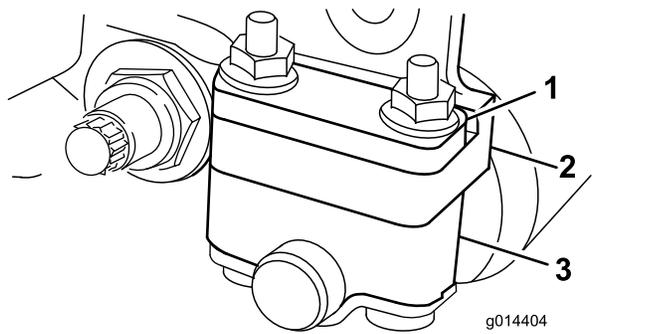
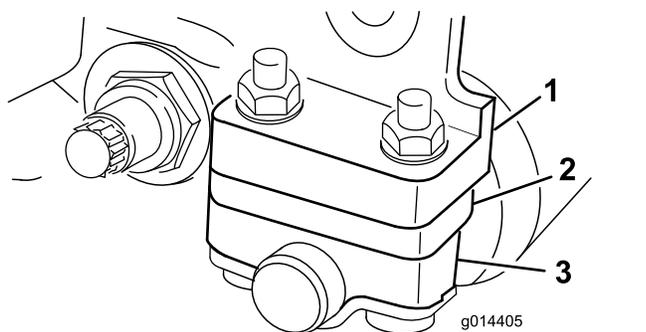

図 6
図 7
- 刈高範囲が 3-25 mm の場合は、図 7 のように、スペーサを取り付けフランジの下にセットする。
4. 必要に応じてスペーサを、ローラブラケットの上または下にする図 6 または図 7。